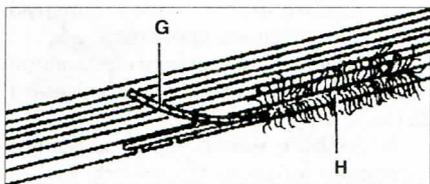

Рис. 1.6. Разрыв корда, выход его наружу **G** и обтирание корда **H**.
- разрыв корда, выход его наружу **G** и обтирание корда **H** (рис. 1.6);